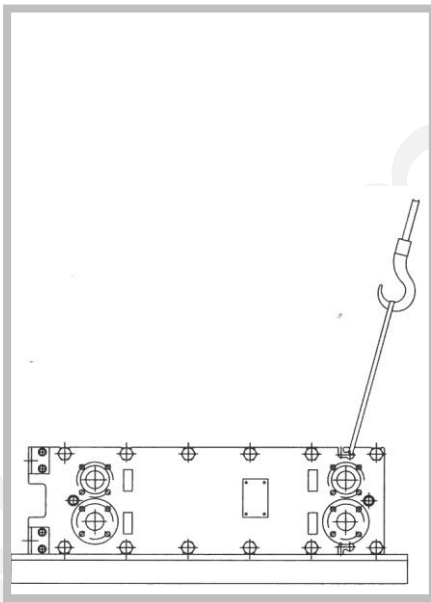

图 22
2. 将合适的吊索连接到机架板上的专用吊耳（图 22）。请勿使用链式吊索。板式换热器可能会损坏并滑落。